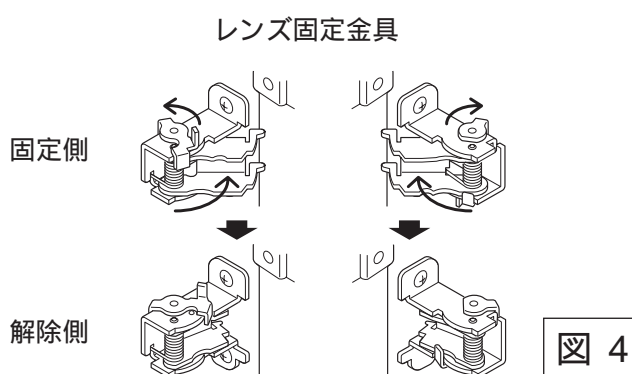

図 4
3. レンズ両側の固定金具を固定側にスライドさせ、レンズを固定します。(図4参照)